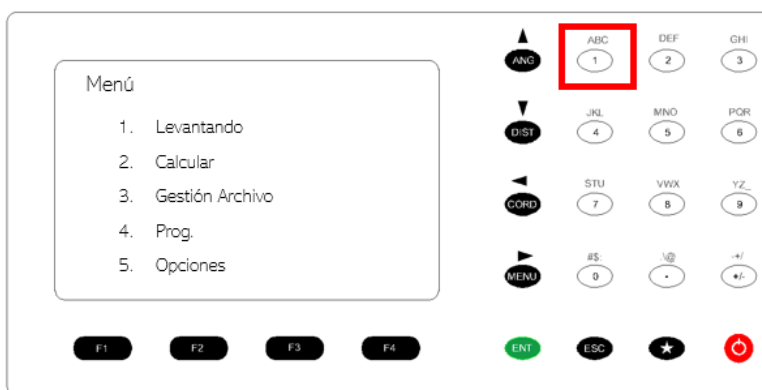

Figura 110. Menú.
17. Presionar botón 1. Levantando. Figura 110.